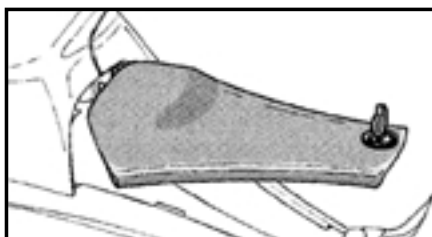

Fig. 1
1. Quitar la tapa de acceso a la bujía y el hueco portaobjetos (ver fig. 1)
1. Retirer le portillon d'accès à la bougie et la boîte à gants (voir fig. 1)